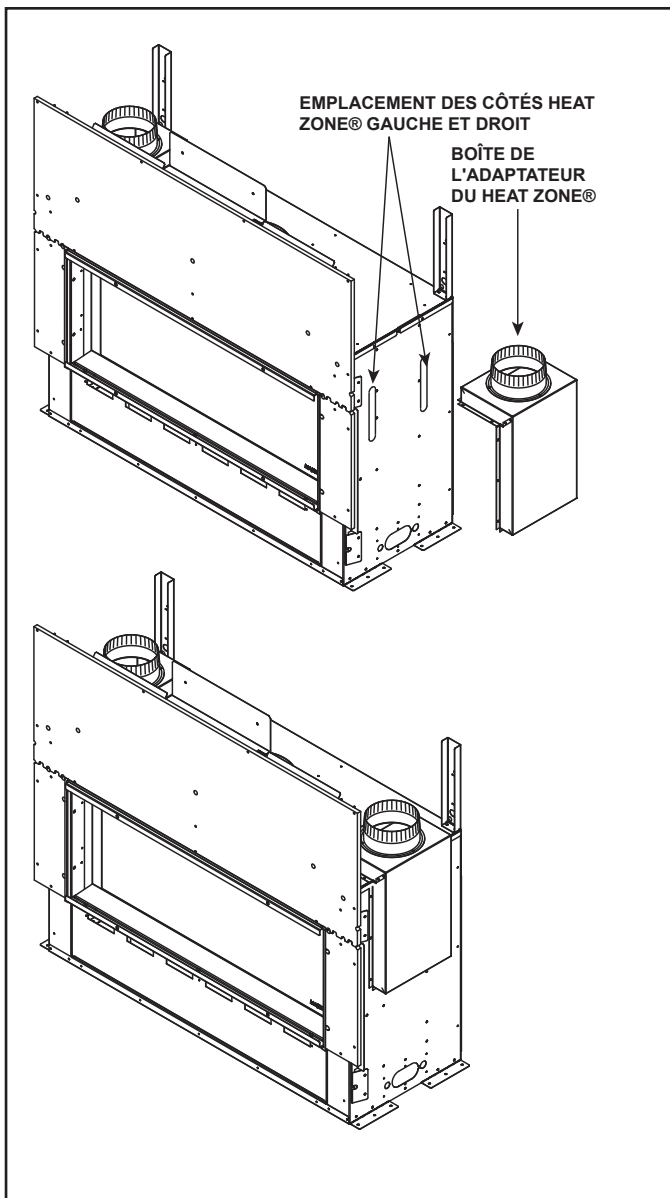

Figure 5.5 Adaptateur du Heat Zone
- Localisez les orifices d'accès au Heat-Zone® à la gauche et à la droite de l'appareil. Voir la figure 5.5. Retirez les alvéoles défonçables de l'appareil à l'aide de cisailles de ferblantier.
- Mettre en place la boîte de l'adaptateur du Heat-Zone® avant le positionnement final du foyer, comme il est indiqué à la Figure 5.5. Fixez en utilisant huit vis autotaraudeuses. Assurez-vous que les alvéoles défonçables du Heat-Zone® sont complètement couvertes par la boîte de l'adaptateur.